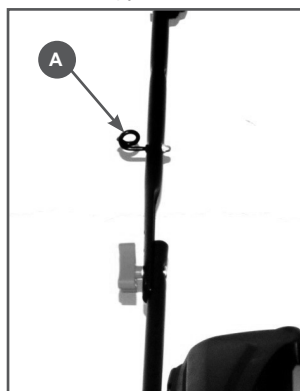

Рис. 3 Установка шнура стартера
6. Шнур стартера заведите в направляющий кронштейн (А) на рабочей рукоятке (Рис. 3).